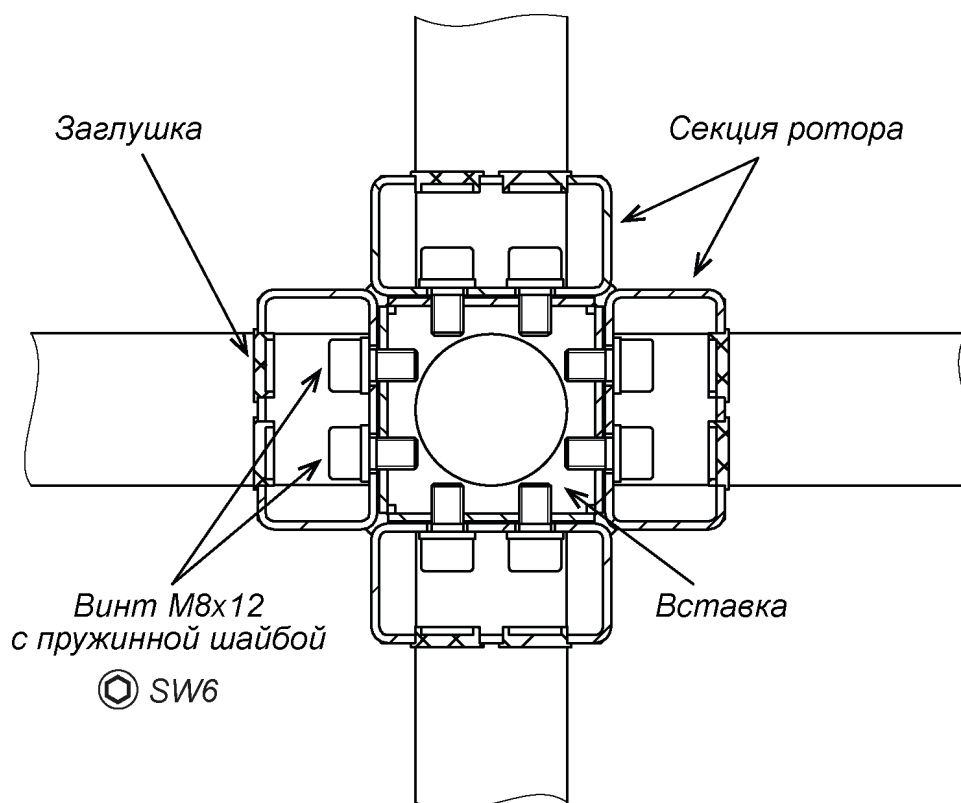

Рисунок 18. Схема соединения секций ротора (1)
- Последовательно закрепите на элементах крепления установленной секции ротора три оставшиеся секции, используя болты М8×14 (ключ SW6) с пружинными шайбами (см. рис. 18). Для монтажа данных болтов рекомендуется использовать инструмент с возможностью фиксации в нем закручиваемого болта, к примеру, для ротора из стали – инструмент с магнитным наконечником (для ротора из нержавеющей стали применены болты также из нержавеющей стали, поэтому для этой цели нужно использовать липкую ленту, намотанную на наконечник, или подходящий пластичный материал).